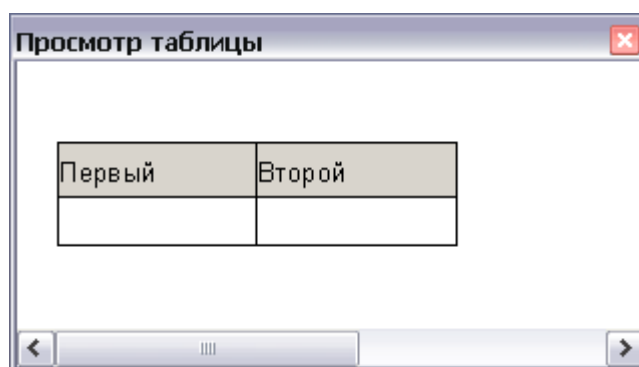

Рис. 5.70
3. Нажмите на кнопку **Новый столбец**. Дайте столбцу название «Второй» (Рис. 5.70).
4. Нажмите на кнопку **Просмотреть**. Ниже окна **Свойства таблицы** появится окно **Просмотр таблицы** (Рис. 5.70).